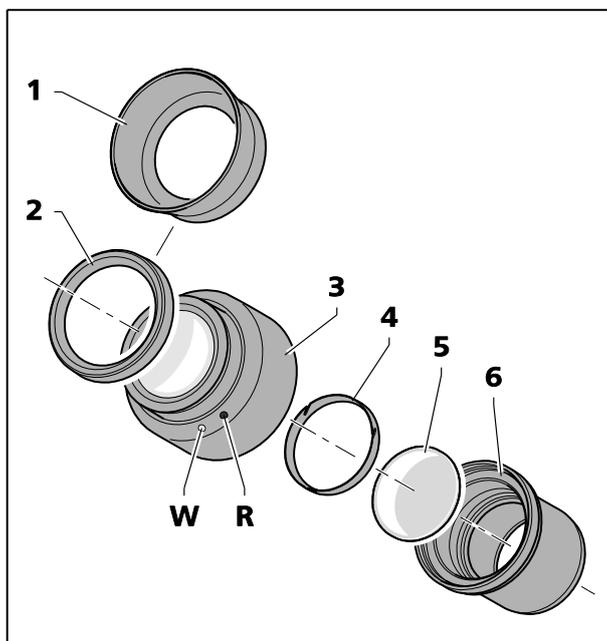

Fig. 16 Insertion d'une plaque d'oculaire
Les oculaires sont dotés d'anneaux de protection en caoutchouc pour les lunettes afin d'éviter de les rayer. Ces anneaux peuvent être remplacés au choix par des œillères réversibles (Fig. 16/1).
- À cet effet, retirer les anneaux de protection pour lunettes (Fig. 16/2) des oculaires et placer les œilletons (Fig. 16/1).
- Dévisser la butée (Fig. 16/6) sur l'oculaire (Fig. 16/3).
- Extraire la bague de verrouillage (Fig. 16/4).
- Insérer la plaque d'oculaire (Fig. 16/5).
Le léger décalage de l'image dû à la distance supplémentaire à travers le verre est pris en compte sur l'échelle dioptrique du fait que la position du point zéro n'est pas indiquée par le point blanc (Fig. 16/W) mais par le point rouge (Fig. 16/R).